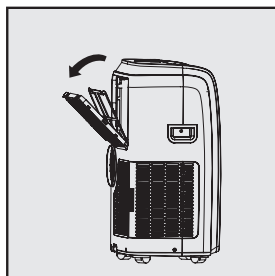

Рис. 11
1. Извлеките фильтры согласно рис. 11–14.